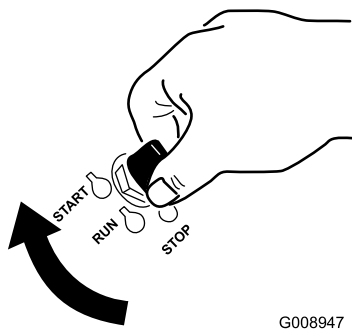

Figure 12
1. Tournez la clé de contact à la position de démarrage (Figure 12). Relâchez la clé quand le moteur démarre.
6. Tournez la clé de contact à la position de démarrage (Figure 12). Relâchez la clé quand le moteur démarre.